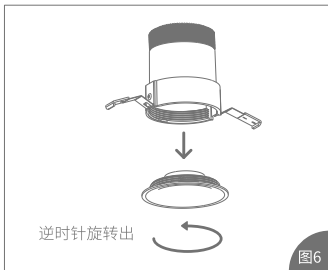

图6
1. 反光罩拆卸时，需要将反光罩逆时针旋出，如图6所示；
1. 如图6所示, 取下弧形反光罩;